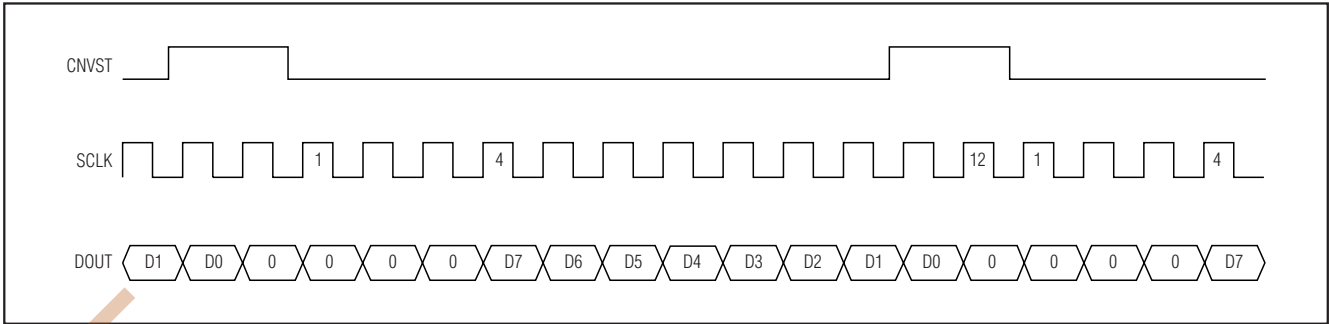
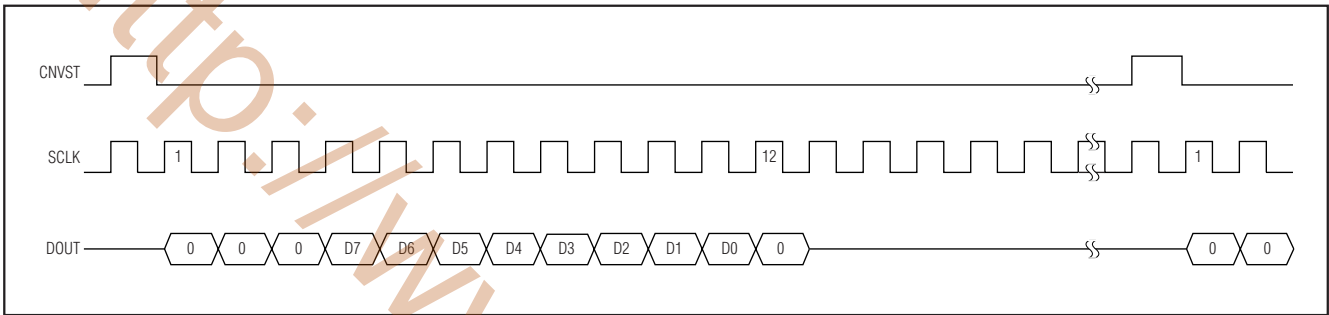

图17. DSP接口——连续转换
图18. DSP接口——单次转换——连续/突发时钟
利用数据发送 (DX) 引脚驱动CNVST，内部产生的发送时钟 (CLKX) 驱动SCLK，同样可以实现MAX1336/MAX1337和TMS320C54\_的连接。CNVST信号需要一个上拉电阻，当DX变为高阻态时可保证该信号为高电平，向数据发送寄存器 (DXR) 连续写入 (0001)h 可实现连续转换。向DXR写入 (00FF)h 时将进入关断模式 (见图17和图18)。
成帧 (LAFR = 0) 和高有效帧信号 (LTFS = 0, LRFS = 0)。在此模式下，可以选择独立于数据的帧同步位 (DITFS = 1)，这样就无需多次写入发送数据寄存器。单次转换时，CNVST空闲时为高电平，并在整个转换期间拉低。ADSP21 \_ \_ \_ 的STCTL和SRCTL寄存器配置为滞后成帧 (LAFR = 1) 和低有效帧信号 (LTFS = 1, LRFS = 1)。将字长设置为8位 (SLEN = 0111)，这是进入关断模式的最佳方式。DVDD引脚与ADSP21 \_ \_ \_ 的电源相连 (见图17和图18)。